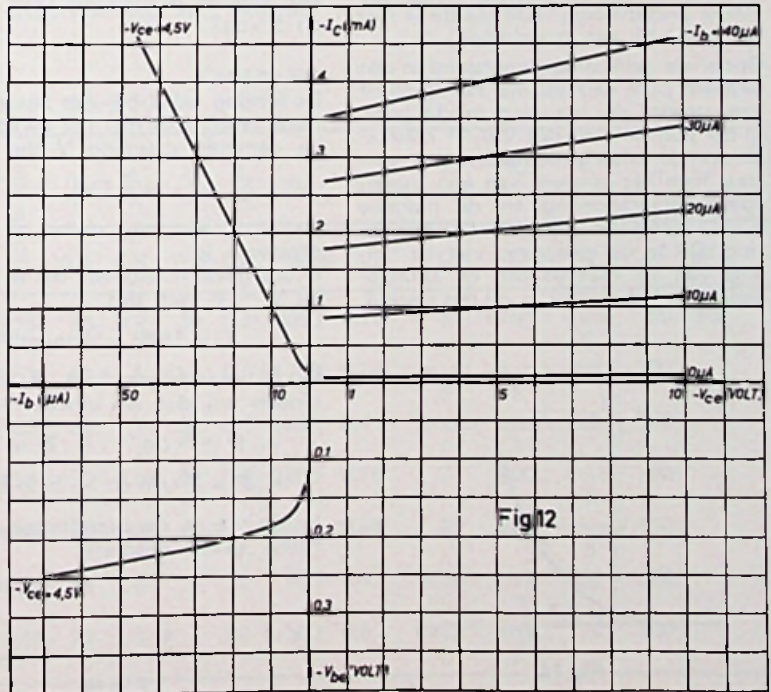

Fig. 12
② Van een pnp transistor zijn in fig. 12 de karakteristieken gegeven, die gelden voor gemeenschappelijke emitter-schakelingen. De transistor moet zodanig ingesteld worden, dat de collectorstroom 2 mA bedraagt bij een collector-emitterspanning van 4½ volt.